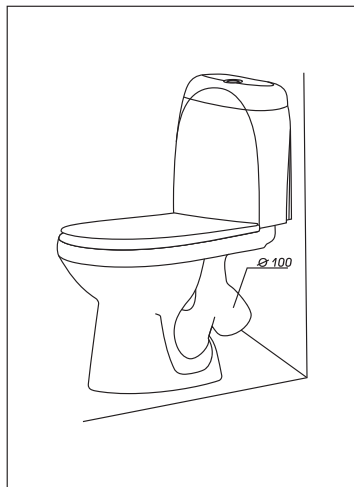

Рис. 2
1. Место установки (**рис. 2**). Поставьте унитаз на предполагаемое место установки. Разметьте места установки крепежных болтов и определите место подсоединения выходного патрубка к системе канализации.